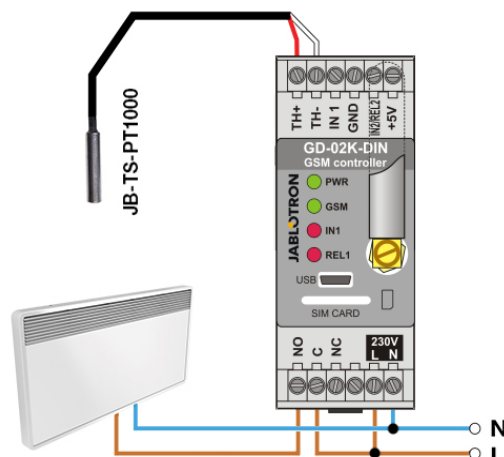

Figure 5 : Surveillance de la température et commande du chauffage.
- Le périphérique commandé doit être connecté via les contacts de sortie de puissance REL1 dans ce mode (voir la figure 5).